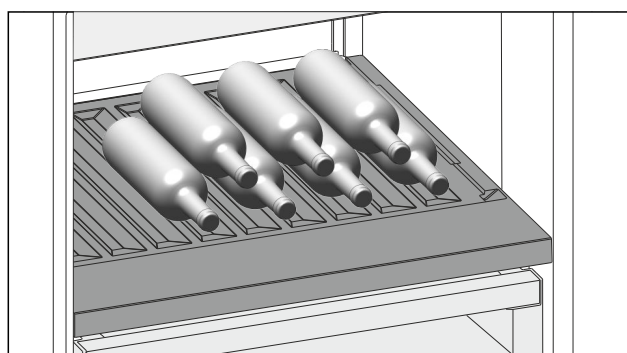

Fig. 175 Immagine a titolo di esempio
- Inserire le bottiglie con il fondo rivolto verso la parte posteriore. (vedere Fig. 175)